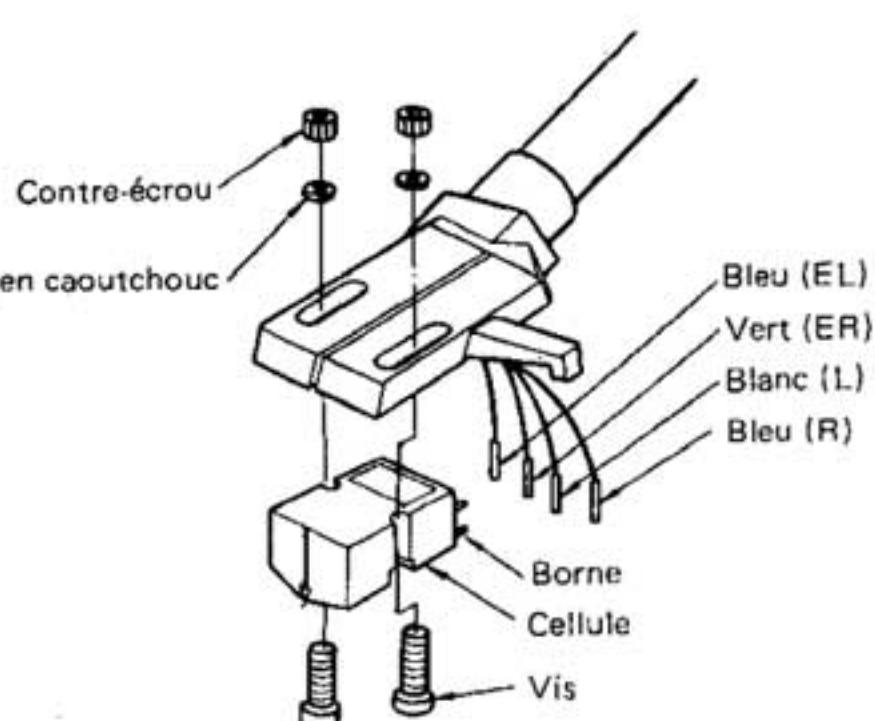

fig. 6
- (3) Les fils de l'embout sont coloriés de la manière indiquée à la fig. 6. Se reporter aux indications portées sur la cellule-même ou à celles de son mode d'emploi et brancher les fils sur les bornes correspondantes de la cellule à l'aide d'une pince à épiler.
- La cellule est-elle bien branchée sur l'embout? ..... Voir la fig. 6 de page 16